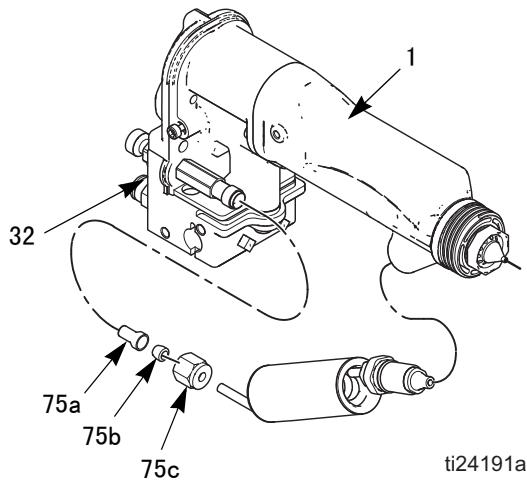

图 10. 高导电率转换配件包
7. 确保枪管尾部螺纹清洁干燥。在流体管接头螺纹和 O 形圈上涂抹 Graco 绝缘润滑脂（部件号 116553），将接头穿入枪管入口。参见图 10。